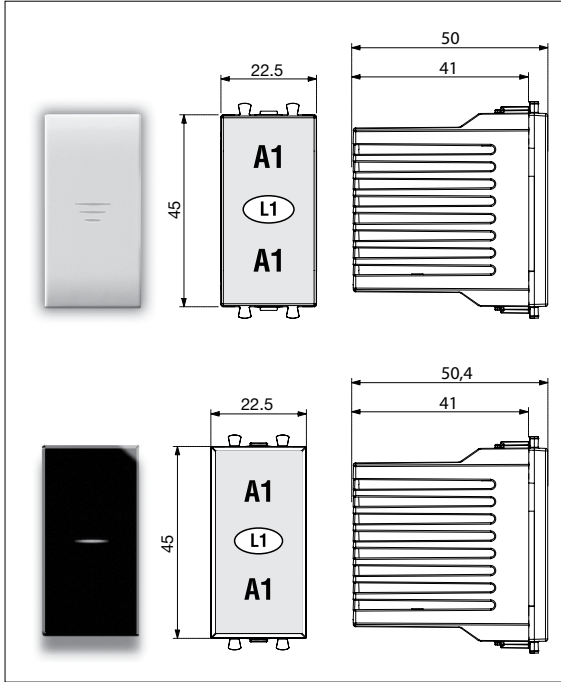

Fig. 1
- Zone frontale sensible: toute la face avant de l'appareil (voir fig. 1 zone A1)
- en appuyant légèrement le doigt sur la plaque en correspondance de toute la face avant du dispositif (voir fig. 1)
- Led frontal (L1) pour repérage dans l'obscurité (voir fig. 1): lorsque l'on approche la main, le LED émet une lumière plus intense.
- Area frontal sensible: toda el lado frontal del aparato (véase fig. 1 area A1)
- apoyando levemente el dedo sobre la placa en correspondencia con toda la parte frontal del dispositivo (véase fig. 1)
- Led frontal (L1) para localización en la oscuridad (véase fig. 1): en el momento del acercamiento de la mano el LED emite una luz más intensa.